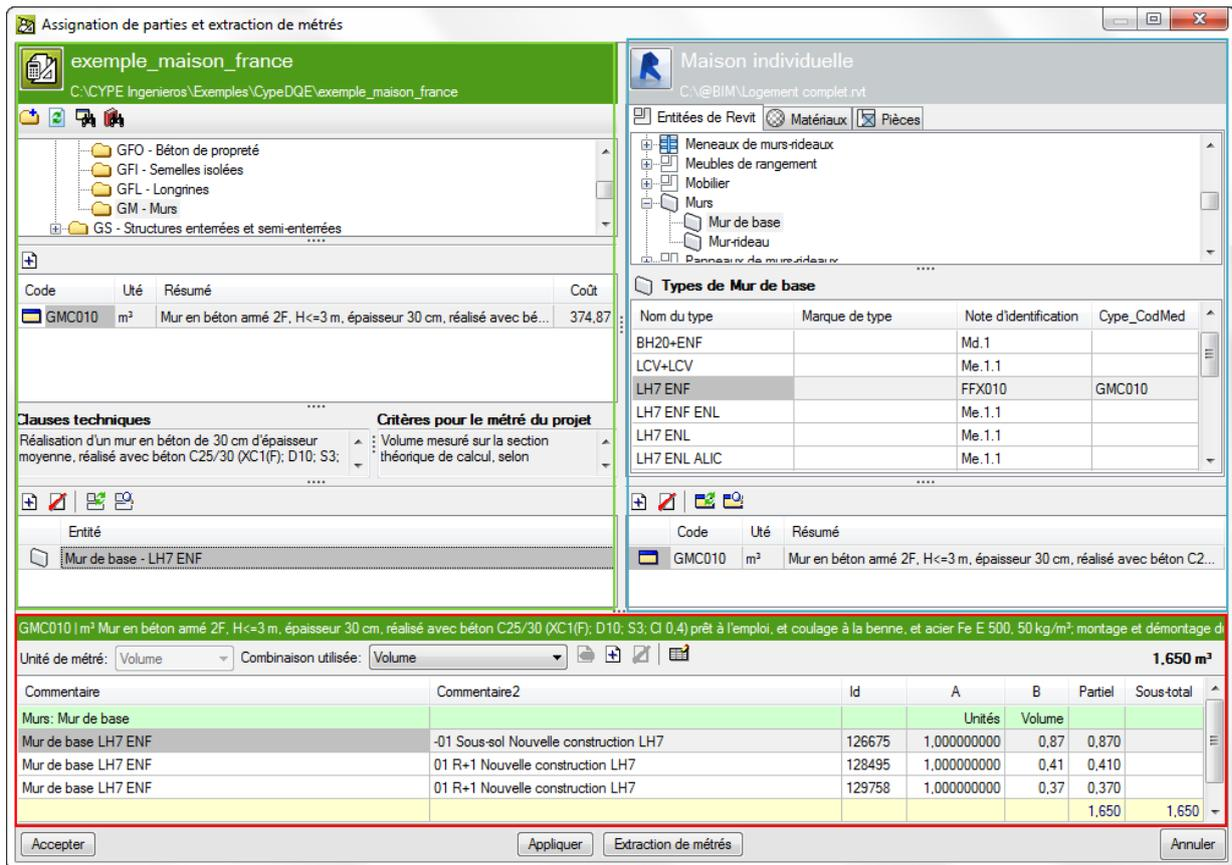

Fig. 11
La boîte de dialogue 'Attribution de parties et extraction de métrés' Fig. 11 permet d'extraire et d'actualiser les métrés de deux façons différentes, qui se complètent pour obtenir les métrés. Cette boîte de dialogue Fig. 11 se divise en deux parties principales qui se distinguent par les couleurs verte et bleue et une troisième partie qui contient le détail du métré.
- Extraire ou actualiser les métrés en liant les entités du modèle Revit aux parties du budget. La partie verte représente une arborescence des parties montrant la structure de chapitres et de parties du budget lié au modèle Revit Fig. 11. Cette arborescence des chapitres et parties s'actualise à chaque fois qu'un changement est effectué dans la structure des chapitres ou des parties de la fenêtre 'Arbre de décomposition' du budget lié au modèle Revit.
- Extraire ou actualiser les métrés en liant les parties du budget aux entités du modèle Revit. Représenté par la partie de couleur bleue. Cette partie montre des listes affichant les entités du modèle de Revit (Catégories, Types, Matériaux, et Pièces) comme point de départ pour lier les parties du budget aux entités du modèle Revit Fig. 11.